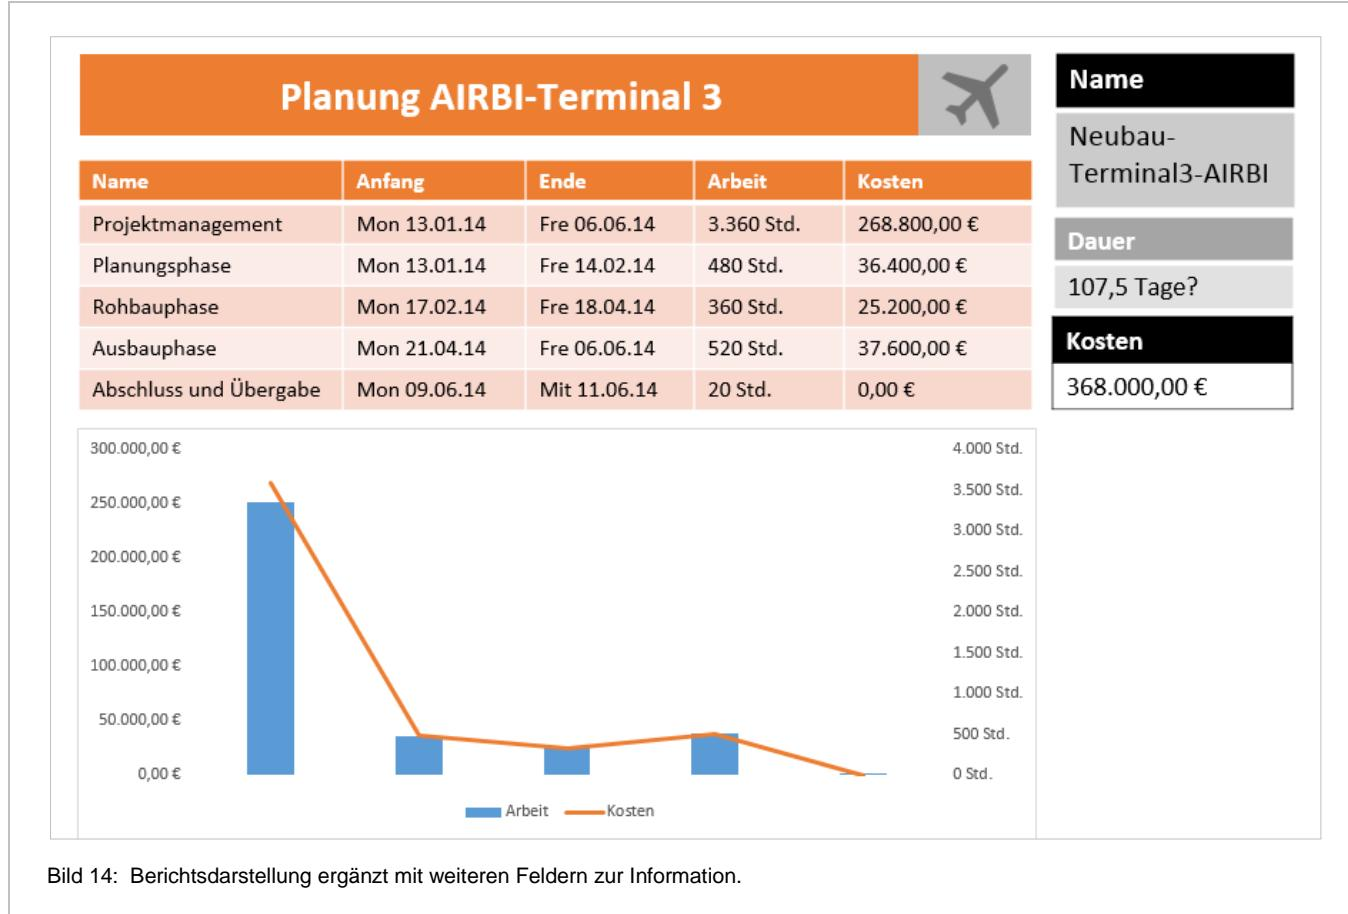

Bild 14: Berichtsdarstellung ergänzt mit weiteren Feldern zur Information.
Die Funktionen für das Einfügen von Tabellen und Diagrammen lassen sich beliebig kombinieren. So können Sie z.B. über die Tabellenfunktion weitere Projektdetails einblenden (Bild 14 rechts). Die Vorgehensweise ist denkbar einfach:
- Wiederholen Sie den Vorgang erneut und wählen Sie das Feld **Kosten**. Ordnen Sie anschließend die drei Tabellen untereinander an (siehe Bild 14 rechts).